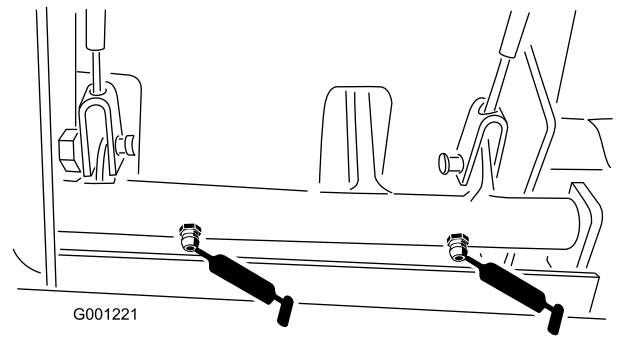

Bild 39
- Bremskabel (am Antriebsrad und Bremspedal) (Bild 39)
- Büchsen des Bremsgelenks (Bild 39)